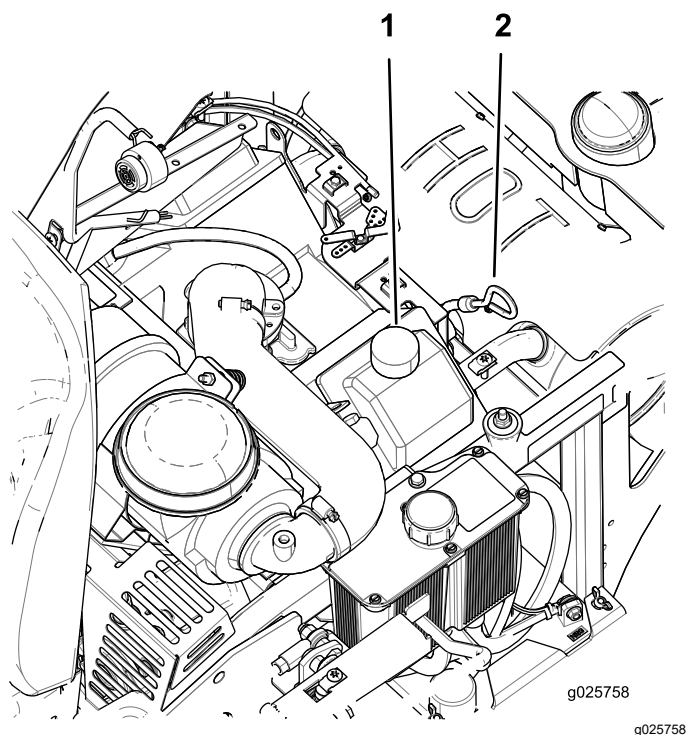

Figure 36
- Pour éviter de faire tomber de l'herbe, de la poussière, etc., dans le moteur, nettoyez la surface autour du bouchon de remplissage-jauge d'huile, avant de l'enlever (Figure 36).
- Si le niveau d'huile est trop bas, essuyez la surface autour du bouchon de remplissage, retirez le bouchon et faites l'appoint d'huile jusqu'à ce que le niveau atteigne le repère **maximum** sur la jauge (Figure 36).
- Versez lentement environ 80 % de l'huile spécifiée dans le tube de remplissage, puis faites l'appoint lentement jusqu'à ce que le niveau atteigne le repère maximum (**Full**) sur la jauge (Figure 36).
- Démarrez le moteur et conduisez la machine jusqu'à une surface plane et horizontale. Vérifiez à nouveau le niveau d'huile (Figure 36).